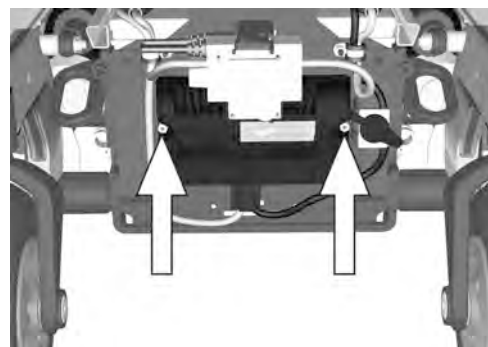

Abbildung 478. Das Leistungsmodul ist mit zwei Muttern angebracht.
1. Montieren Sie erneut Leistungsmodul und Batteriekabelhalter mithilfe von zwei Muttern. Siehe Abb. 478.
2. Schließen Sie die elektrischen Anschlüsse wieder am R-net-Regler an und führen Sie das Kabel gemäß Abb. 478 herum.